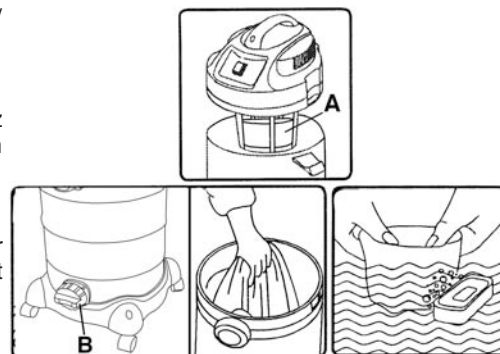

FIGURE 14
Cette section concerne l'aspiration de matériaux humides. Cet aspirateur est fourni d'un flotteur (A) Fig.14 qui monte au fur et à mesure que le niveau de liquide augmente dans la cuve. Une fois que la quantité maximale de liquide est atteinte, l'aspiration arrête automatiquement. Assurez-vous que le flotteur est propre en tout temps.
- 2) Retirez le couvercle/moteur assemblé de la cuve, faite attention aux filtres. Écoulez le contenu à l'intérieure de la cuve dans un contenant convenable en dévissant le capuchon du drain (B) Fig.14.